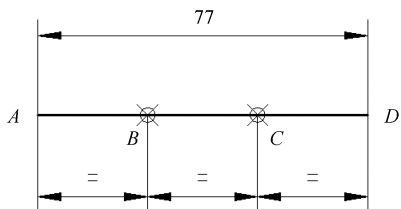
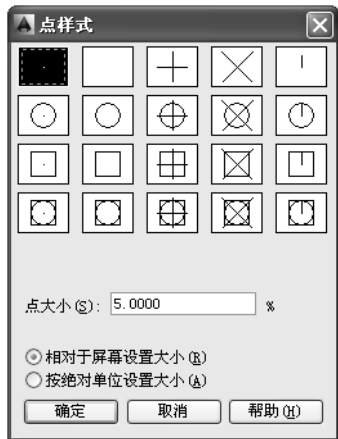

图 3-2 绘制线段 AD，并定数等分
图 3-8 “点样式”对话框
(1) 使用“直线”命令绘制水平线段  $AD$ ，长度为 77。
(2) 采用“点”命令，定数等分直线，等分数量为 3，如图 3-2 所示。
系统默认的点的显示方式为“·”，当其位于直线上时用户是看不到的，此时可单击“实用工具”面板中的“点样式”按钮，在打开的“点样式”对话框（图 3-8）中选择一种点样式即可更改点的显示方式，图 3-2 所示为选择了“⊗”点样式的图形。
启动命令后，弹出如图 3-8 所示的“点样式”对话框。在该对话框中，共有 20 种不同类型的点样式，用户可根据需要选择点的类型，设定点的大小。